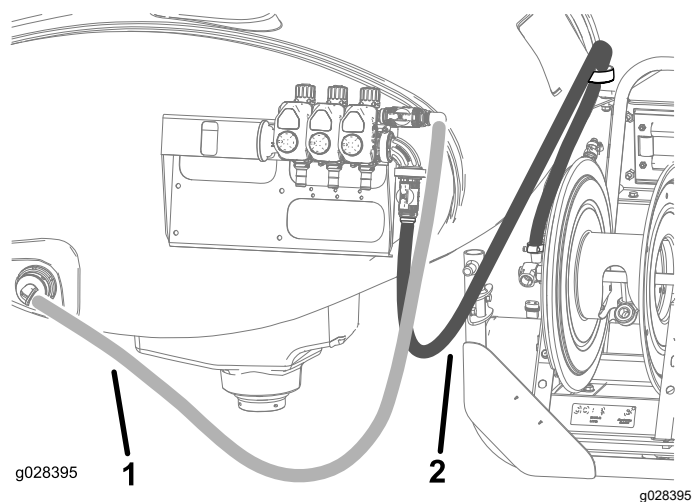

Figura 22
15. Introduceți furtunul de alimentare cu tambur ca în Figura 22 i fixai-l pe tamburul pentru furtun cu ajutorul unei cleme pentru furtun.